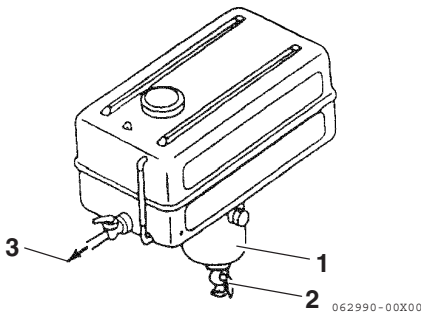

Figura 1
1. Coloque um recipiente sob a torneira de drenagem (**Figura 1, (2)**) para apanhar o combustível.